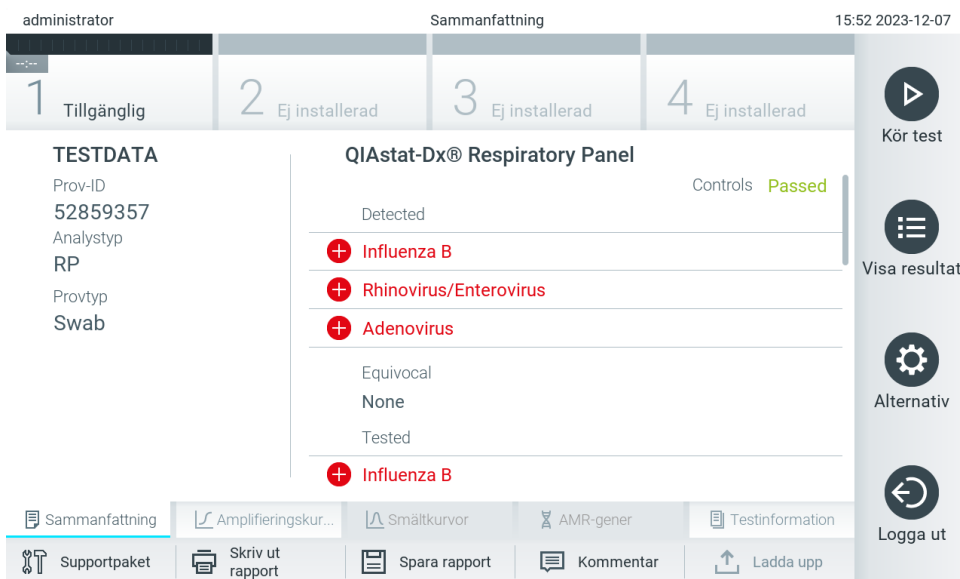

Bild 30. Skärmen Summary (Sammanfattning).
11. När QIAstat-Dx-analyskassetten har matats ut visas skärmen Summary (Sammanfattning) (bild 30). Se avsnitt 5.5 för ytterligare information.